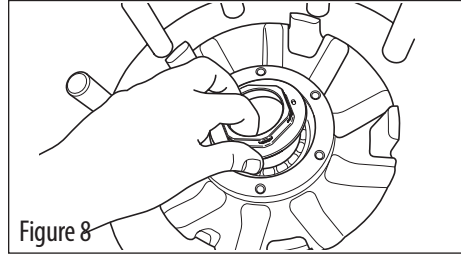

Figure 8
2. Placer l'écrou d'axe et la rondelle contre le roulement extérieur (voir figure 8).